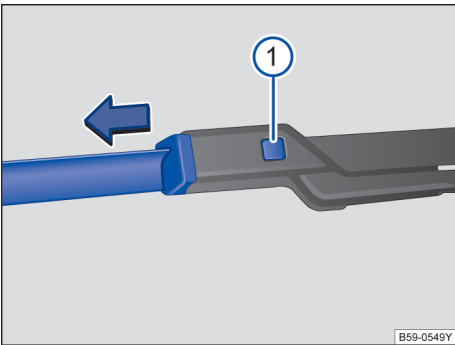

图 129 更换风窗刮水器刮水片
- 按住分离按钮→ 图 129 ① 同时沿图示箭头方向拉出刮水片。